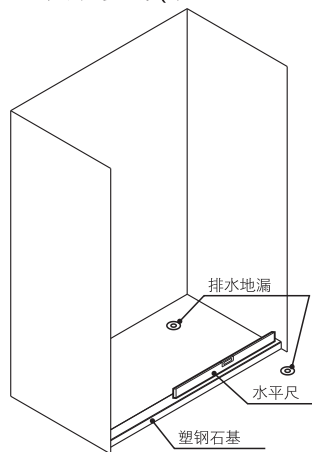

图1
1. 先在淋浴屏风或淋浴房所需安装位置内预留排水地漏, 房外也应预留排水地漏, 以便排出因意外溢出的水(如图1所示)。
2. 将大理石装在安装位, 调至水平, 建议将大理石下部10mm埋入地下(如图1所示)。